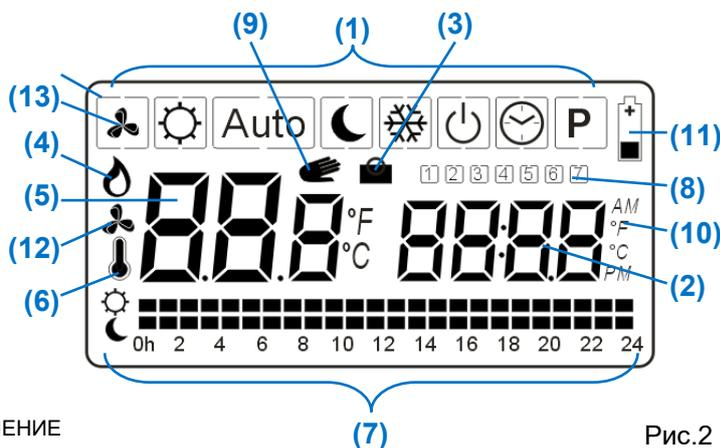

Рис.2
Под программой подразумевается поддержание системой комфортной и ночной температур в течении заданных в ней отрезков времени с шагом в 1 час. Текущая программа отображается на дисплее (7, рис. 2, стр. 1) в виде пунктира (1 штрих = 1 час): штрихи, расположенные напротив символа ☼, соответствуют времени работы по температуре, установленной непосредственно на термостате, а штрихи, расположенные напротив символа ☾, соответствуют работе по температуре на 4°C ниже установленной на термостате. Значение поддерживаемой температуры устанавливается непосредственно на термостате.
Перейдите курсором при помощи (◀) и (▶) на символ **P** и нажмите на (OK). Дисплей показывает номер выбранной зоны (5, рис. 2) и день недели (9, рис. 2).
При помощи (+) и (-) выберите номер зоны. Зеленый диод выбранной зоны начинает мигать, в то время как на дисплее мигает соответствующий номер зоны (5, рис. 2). Подтвердите выбор при помощи (OK).
Номер выбранной программы (2, рис. 2) начнет мигать. При помощи (+) и (-) выберите одну из стандартных программ **P1 – P9** и подтвердите выбор (OK).
Переведите курсор на меню программ **P** и нажимайте на (-) до появления на дисплее одной из пользовательских программ **U1 - U12**. Выберите одну из программ при помощи (OK). На дисплее мигает время (2, рис. 2).
При помощи (◀) и (▶) перемещайте курсор временной оси пунктирной линии (7, рис. 2). При помощи (+) установите штрих напротив символа ☼ или при помощи (-) напротив символа ☾.